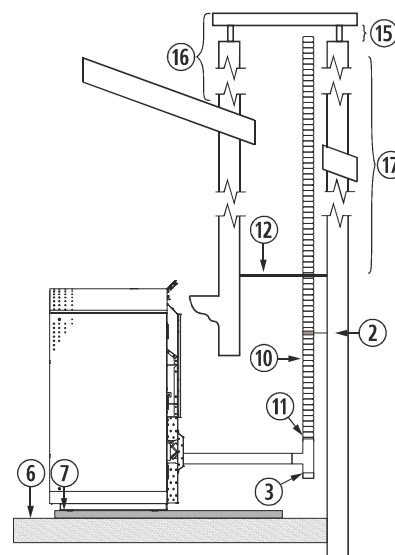

Figura 9
4.28. La instalación de un encastrable en una chimenea de obra se puede realizar en toda su totalidad en tubo flexible, tal y como indica la *figura 9*. Debemos tener especial cuidado a la hora de realizar el aislamiento entre la chimenea y el tubo de la salida de gases, para evitar posibles retrocesos de gases en caso de tormenta.
②	Abrazadera de sujeción de acero inoxidable.
③	Te de 90° con registro.
⑥	Suelo de madera.
⑦	Protector del suelo no combustible.
⑩	Tubo flexible de acero inoxidable.
⑪	Manguito unión rígido a flexible.
⑫	Aislante anti retroceso.
⑮	Mínimo 200mm.
⑯	Debe sobrepasar 1 metro el tejado.
⑰	Mayor a 8m aumentaremos una medida.